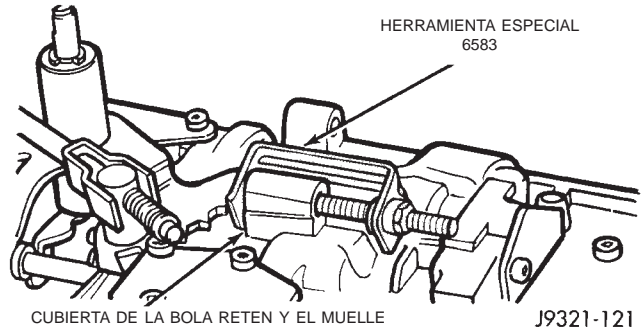

Fig. 41 Fijación de la bola retén y el muelle con la herramienta para retenes
(4) Sujete la bola y el muelle de retención en la cubierta con la herramienta para retenes 6583 (Fig. 41).